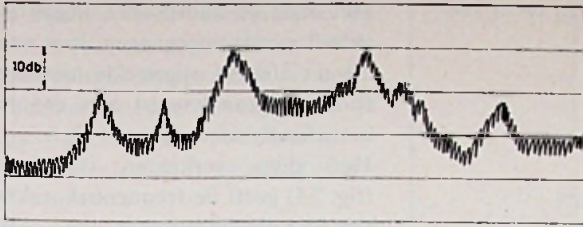

Fig. 46. Verkeerslawaai in een winkelstraat als functie van de tijd.
⑤ De automatische meting bewijst zijn nut o.a. bij het continu registreren van verkeerslawaai. Een voorbeeld hiervan is te zien in fig. 46, een gedeelte van een meterslange strook, waarop het verkeerslawaai gedurende een etmaal in een grote winkelstraat is opgetekend.
⑥ Eerder („Lawaai, veroorzaakt door vliegtuigen”) werd opgemerkt, dat speciale opstijgings- en landingsprocedures het lawaai in de omgeving van vliegvelden wel eens zouden kunnen verminderen.